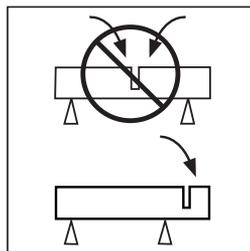

FIG. 7
- Qualora possibile, sostenere il pezzo da lavorare in maniera da avere la possibilità di prevedere cosa succederà, e in modo che il taglio rimanga stabile e aperto durante la lavorazione. **(FIG. 7)**